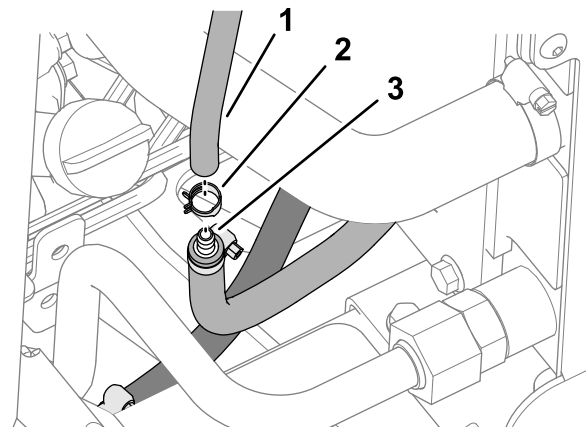

Figura 18
2. Enrute el otro extremo de la manguera del filtro de combustible hacia la otra manguera de enfriador de combustible (Figura 18).
3. Monte la manguera del filtro de combustible y la abrazadera tipo muelle en el conector de manguera con espiga de la manguera del enfriador de combustible hacia fuera (Figura 18).